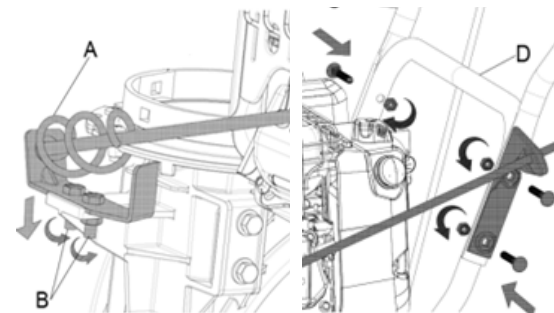

Рис. 4
- Прикрепите сторону с шестерней вращающейся штанги желоба (Рис. 4 (A)) к седлу желоба с помощью крепежного болта и гайки, затем затяните гаечным ключом. Убедитесь, что две шестерни подходят друг к другу (Рис. 4).
- Присоедините верхнюю рукоятку (Рис. 4 (C)) к нижней рукоятке (Рис. 4 (D)) с помощью фиксирующего болта, гайки и шайбы и поместите ручку вращающейся планки желоба (Рис. 4 (E)) на левую сторону рукоятки (с точки зрения оператора), затем затяните гаечным ключом (Рис. 4 (B)). (Рис. 4).